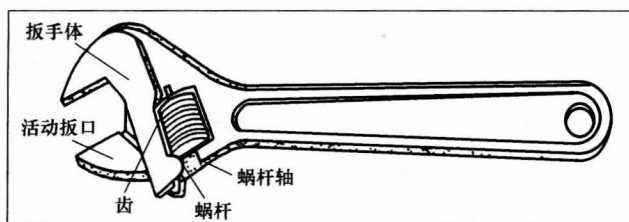

图1-1 活扳手
(1) 活扳手（图1-1）。活扳手又称活动扳手，其开口宽度能在一定范围内调节，其规格是以最大开口宽度（mm）×扳手长度（mm）来表示。常用的尺寸型号有24mm×200mm、36mm×300mm等多种规格。活扳手操作不太方便，需要旋转蜗杆才能使开口张开及缩小，且容易从螺栓上滑移，应尽量少用。